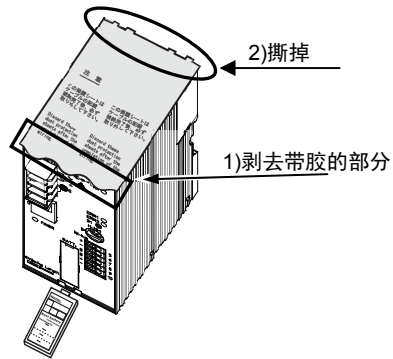

图 10 保护胶条
- 8) 接通电源之前，应剥去贴在产品上面的保护用胶条（参照图10和12）。